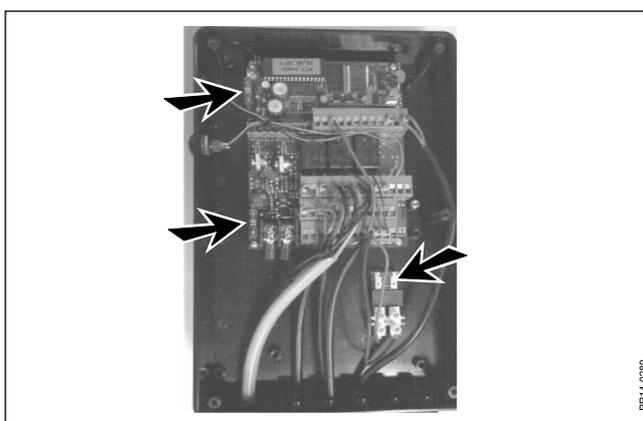

Abb. 7-6
**Abb. 7-6** In der MD-Steuereinheit befinden sich zwei 10-A-Sicherungen und eine 5-A-Sicherung. Die Sicherungen nur durch andere Sicherungen mit der gleichen Stromstärke ersetzen. Außer dem Austauschen der Sicherungen müssen alle Wartungen immer von einem von JF autorisierten Händler/Service-Techniker vorgenommen werden.